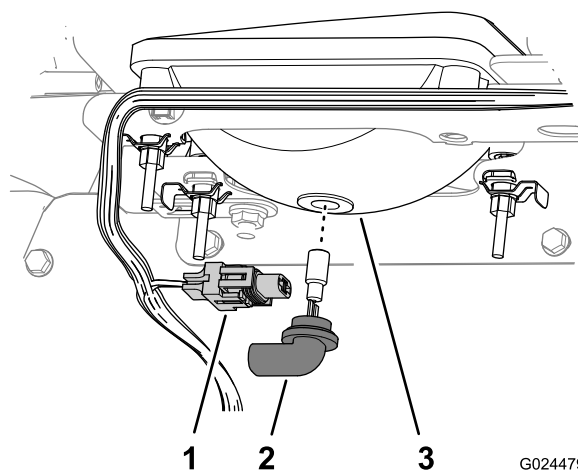

Figure 58
3. Débranchez le connecteur électrique du faisceau du connecteur de l'ensemble lampe situé au dos du boîtier du phare (Figure 58).
4. Tournez l'ensemble lampe de 1/4 de tour dans le sens antihoraire et tirez-le en arrière hors du boîtier (Figure 58).
5. Insérez l'ensemble lampe neuf dans le boîtier du phare et alignez les languettes de l'ensemble lampe sur les fentes du boîtier (Figure 58).
6. Fixez l'ensemble lampe en le tournant de 1/4 de tour dans le sens horaire (Figure 58).
7. Branchez le connecteur électrique de faisceau au connecteur de l'ensemble lampe neuf (Figure 58).